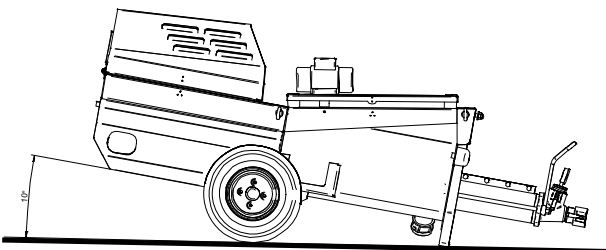

FIG.5
8. TRANSPORTABILITÉ (fig.3), LEVAGE (fig.4), REMORQUAGE (option fig.5)
La machine doit toujours être en plan: l'inclinaison vers le bas de la pompe à vis favorise la sortie du matériel (fig 5).
La machine est équipée de protection contre le manque de tension : en cas de coupure accidentelle de tension, il est nécessaire de rétablir l'interrupteur général pour remettre la machine en marche (le mettre tout d'abord en position 0 puis 1). En cas d'urgence, pour arrêter la machine, appuyer sur le bouton rouge d'urgence (réf.9). Pour isoler la machine, arrêter tous les organes en mouvement puis tourner l'interrupteur principal en position 0 et détacher la prise d'alimentation électrique (réf.1 Fig.5) tous les organes en mouvement s'arrêtent.
Fermer le robinet de la lance de vaporisation (réf.12), positionner l'interrupteur général (réf.5) dans la position 1(ON). Le voyant bleu allumé (réf. 2) indique la présence de tension sur la ligne. Tourner l'interrupteur de phase (réf. 4) en position 1 ou 2: la phase est correcte quand la vis tourne dans le sens indiqué sur la figure (fig. 8c). Si la phase est erronée la vis tourne en sens contraire (utiliser cette phase quand on désire décharger la pression). en agissant sur l'interrupteur (RÉF. 7) en sens antihoraire ou horaire, on règle la vitesse du moteur respectivement en première et seconde vitesse. Ouvrir le robinet de l'air à la lance (ou commande pneumatique) (réf.12) et mettre la machine en marche au moyen de la commande électrique à distance si disponible: la pompe commence à tourner lentement. Attendre, selon le cas, jusqu'à ce que le coulis en trémie arrive au niveau de l'agitateur. A ce stade, arrêter la machine au moyen de la commande pneumatique ou électrique, remplir la trémie et commencer le travail. Lorsque la commande à distance électrique est reliée, les sélecteurs (réf. 4,5,7) devront être placés en position de démarrage. La machine ne pourra être commandée qu'au moyen de la commande à distance électrique. La machine est équipée de protection contre le manque de tension : en cas de coupure accidentelle de tension, il est nécessaire de rétablir l'interrupteur général pour remettre la machine en marche (le mettre tout d'abord en position 0 puis 1). En cas d'urgence, pour arrêter la machine, appuyer sur le bouton rouge d'urgence (réf.9). Pour isoler la machine, arrêter tous les organes en mouvement puis tourner l'interrupteur principal en position 0 et détacher la prise d'alimentation électrique (réf.1 Fig.5) tous les organes en mouvement s'arrêtent.